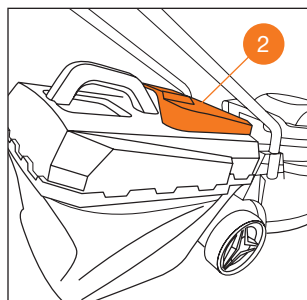

Рис. 11
- Поднимите защитную крышку **2** газонокосилки (Рис. 11).
- Опустите защитную крышку **2** газонокосилки (Рис. 11).